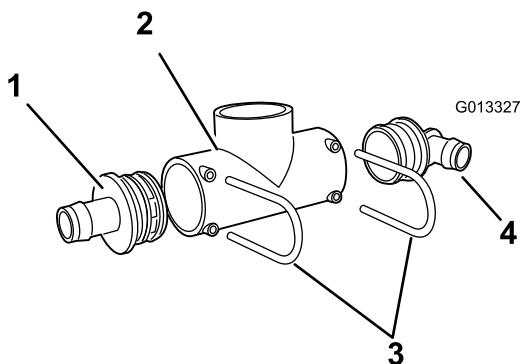
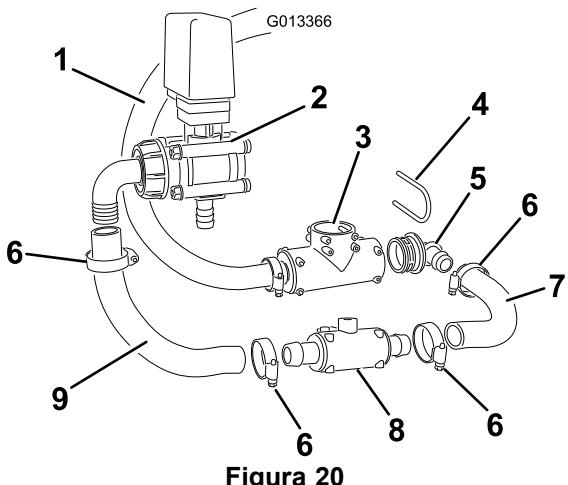

Figura 16
Figura 20
3. Montate un raccordo dentellato diritto S67 nel foro sinistro del raccordo a T (Figura 16). Fissatelo con il dispositivo di fissaggio precedentemente rimosso.
11. Inserite un raccordo a 90° S67 nel foro destro del raccordo a T S67 (in precedenza sede del tubo di alimentazione della barra) (Figura 20 o Figura 16). Prendete il primo pezzo di flessibile corto tagliato alla lunghezza di 28 cm, e spalmate del sapone liquido sul raccordo e sul flessibile. Inserite a fondo il flessibile sul raccordo. Fate scorrere la fascetta stringitubo sul raccordo e serratela per fissare il flessibile.
12. Prendete il secondo pezzo di flessibile corto tagliato alla lunghezza di 28 cm, e spalmate del sapone liquido sul raccordo e sul flessibile (Figura 20). Inseritelo a fondo nella valvola dell'agitatore. Fissate gli elementi con la fascetta stringitubo.
13. Montate delle fascette stringitubo su entrambe le estremità del flessibile più corto montato. Collegate i due flessibili per mezzo del raccordo a T, inserendo l'estremità di ogni flessibile sui raccordi dentellati S53 (Figura 20). Fissate gli elementi con le fascette stringitubo.